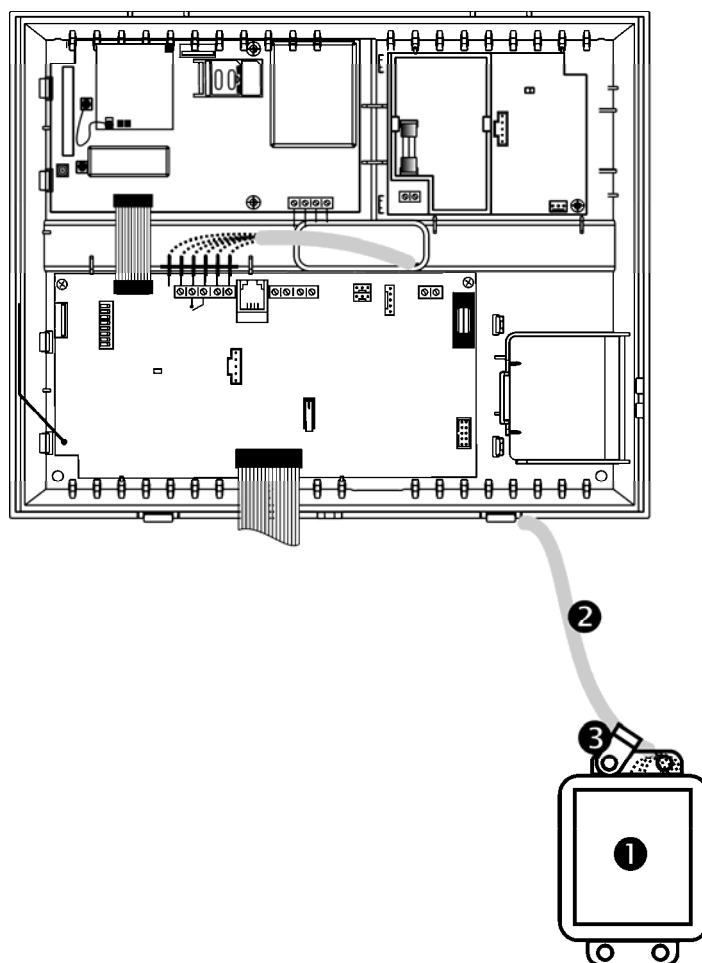

Figura 1: Collegamento esterno modulo di comando
4. Inserire il cavo di 2.5 m attraverso il foro sul coperchio posteriore della centrale – vedere Figura 1;
Nota: al termine della registrazione e del test, assicurare il cavo alla scatola con il morsetto in plastica – Figura 1.